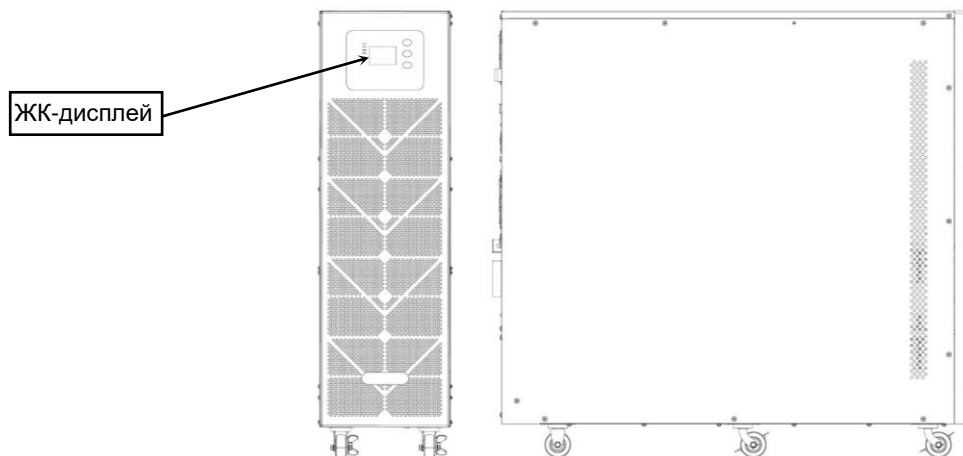
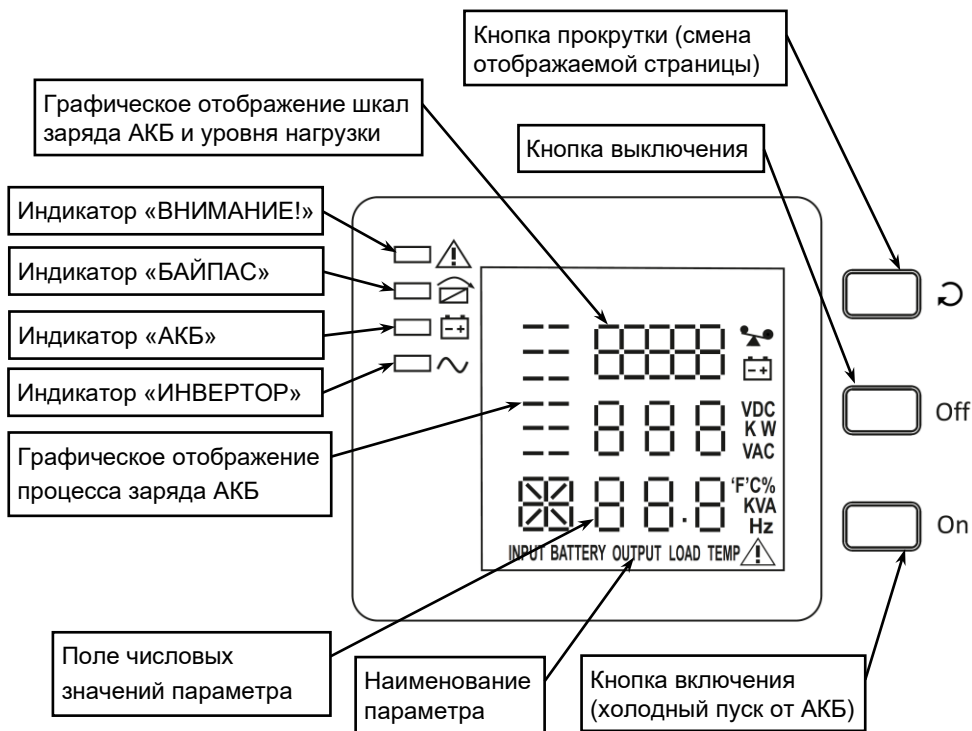

Рисунок 1 – Общий вид изделия
Рисунок 3 – ЖК-дисплей
**Изделие выполнено** в напольном варианте корпуса типа TOWER, на передней панели которого расположены ЖК-дисплей, светодиодные индикаторы и кнопки управления (см. раздел «ОПИСАНИЕ ЖК-ДИСПЛЕЯ», рисунок 1 и рисунок 3).
На ЖК-дисплее отображаются значения основных параметров изделия (см. рисунок 3).